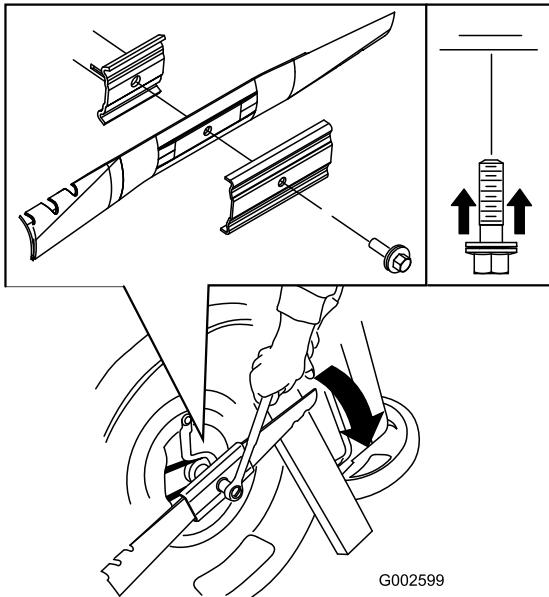

Figura 35
3. Utilice un bloque de madera para inmovilizar la cuchilla (Figura 35).
4. Retire la cuchilla, conservando todos los herrajes de montaje (Figura 35).
5. Instale la cuchilla nueva y todos los herrajes de montaje (Figura 35).